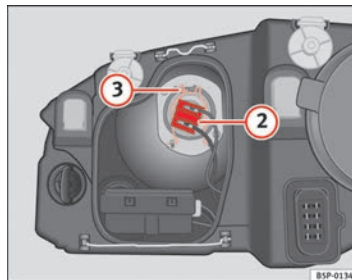

Abb. 187 Abblendlicht
- Ziehen Sie den Stecker ⇒ Seite 277, Abb. 187 ② von der Lampe ab.
- Die Haltefeder ⇒ Seite 277, Abb. 187 ③ durch Eindrücken und Rechtsdrehung abnehmen.